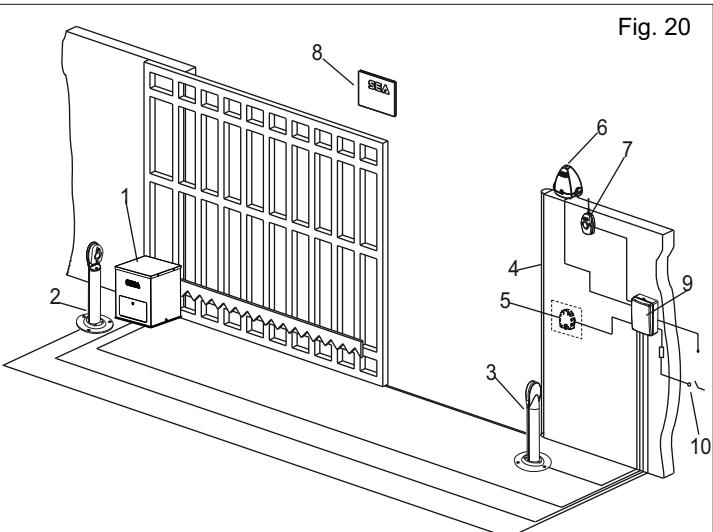

Fig. 20
12. INSTALACIÓN STANDARD - Fig. 20